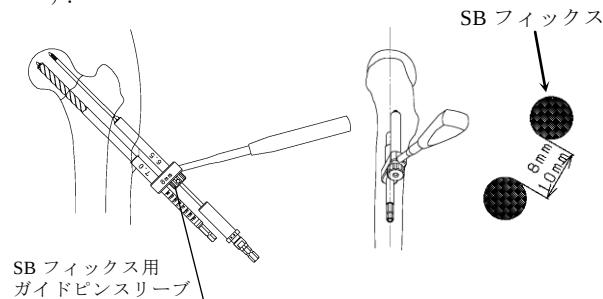

図 1
- SB フィックス用 6.5/7.0 パラレルガイドに SB フィックス用ガイドピンスリーブを組み付け，遠位中空ドリルをガイドに，近位の SB フィックスが軸斜像で頸部後方の皮質に支えられるよう近位ガイドピンを刺入します。（図 1）